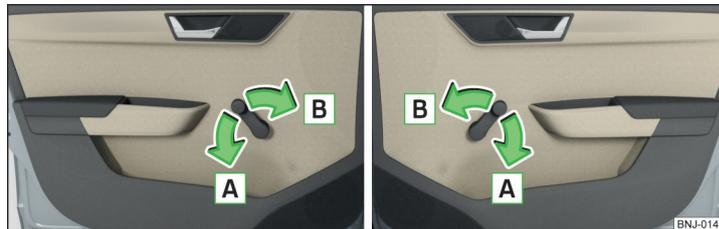

Abb. 38 Fensterbedienung: links/rechts
- Zum **Öffnen** die Kurbel in Pfeilrichtung **A** drehen » **Abb. 38**.